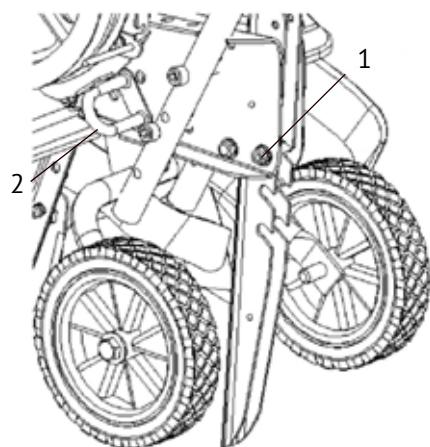

рис. 2
3.1 Сборка колёс - рис.2:
- зафиксировать его в выбранном положении (имеет 3 фиксированных положения) болтами (поз.1 рис.2);
На рис.2 показано положение опорного кронштейна с колёсами при транспортировке культиватора. В режиме вспашки необходимо вынуть рычаг фиксации (рис.2 поз.2), поднять кронштейн с колёсами и вставить рычаг фиксации в одно из 3-х отверстий (в зависимости от глубины вспашки).
- установить опорный кронштейн колёс в положение для транспортировки рис.2;